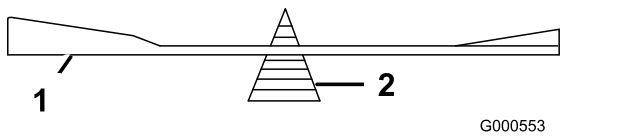

**Figura 78**
1. Affilate i taglienti da entrambe le estremità della lama con una lima (Figura 78).
**Nota:** Se la lama non è bilanciata, limate del metallo soltanto dalla costa (Figura 78).